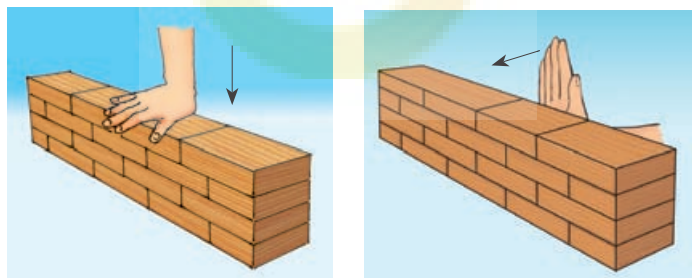

图1-25 压力和推力试验
1. 将木块垒成墙的形状（图1-25），用手分别压和推木墙。观察木墙的变形，分析其受力的情况。